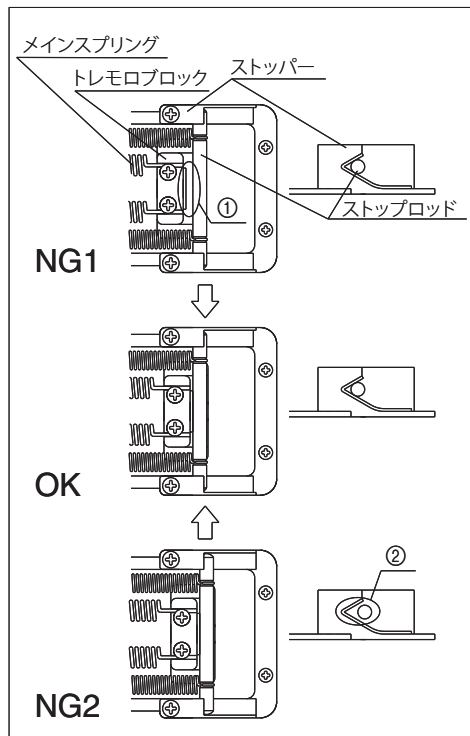

Fig. 40
正しくチューニングした状態で、ストップロッドがトレモロ・ブロックとストッパーに接した状態であることを確認します (Fig. 40 OK)。
ストップ・ロッドがトレモロ・ブロックに接していないとき (Fig. 40 NG1-①) は、メイン・スプリング調整ノブをマイナス方向に回して、メイン・スプリングを緩めて下さい。
ストップ・ロッドがストッパーに接していないとき (Fig. 40 NG2-②) は、メイン・スプリング調整ノブをプラス方向に回して、メイン・スプリングを締めてください。